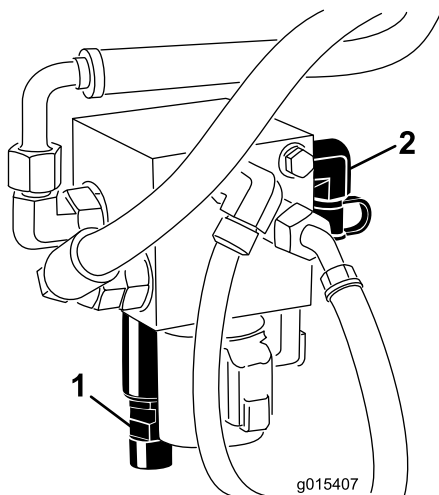

Figura 14
3. Inserite un indicatore della pressione nel foro diagnostico dietro il collettore di sollevamento (Figura 14).
4. Davanti al collettore di sollevamento, rimuovete il cappuccio dalla bobina di contrappeso del collettore (Figura 14).
5. Allentate il controdado in fondo alla bobina di contrappeso (Figura 14).